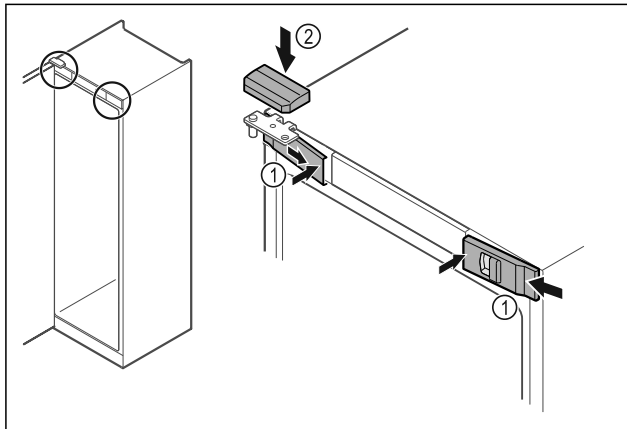

Fig. 50
- ▶ Z boku założyć przednie ostonki Fig. 50 (1) i zacześcić.
- ▶ Górną ostonkę Fig. 50 (2) zacześcić od góry.